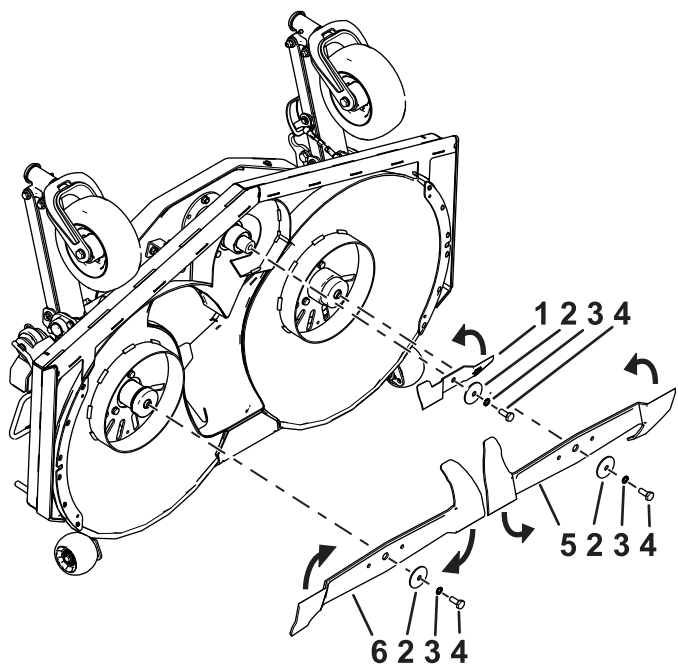
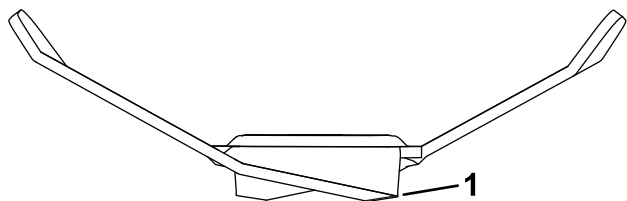

Figure 88
Figure 89
2. Examinez le tranchant des lames (Figure 88 et Figure 89).
- Retirez le boulon de lame, la rondelle frein élastique, la rondelle bombée et la lame de l'axe de pivot (Figure 88).
- Avec une lime ou un outil d'affûtage, affûtez le tranchant aux deux extrémités de la lame (Figure 89).
Remarque: Reportez-vous à la Figure 88 pour la rotation et l'installation correctes des lames.
- Montez la lame avec le boulon, la rondelle frein élastique et la rondelle bombée retirés précédemment (Figure 88).